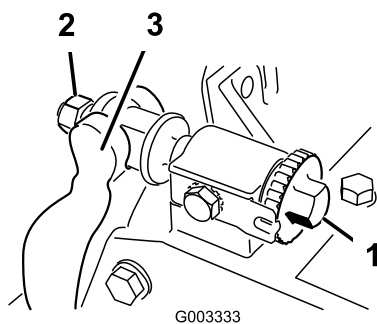

図 57
1. ベッドバー調整ネジを左に回してベッドナイフとリールの接触をなくす (図 57)。